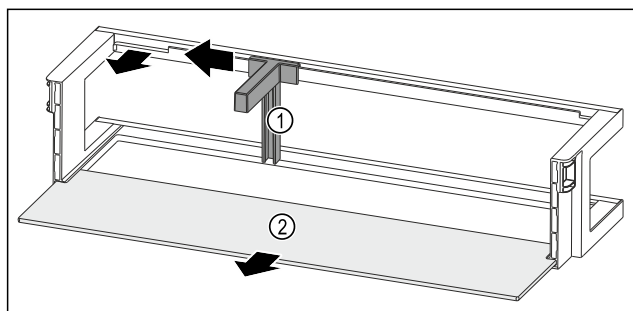

Fig. 173 带瓶托和搁板的门边存放架
- ▶ 将瓶托 Fig. 173 (1)推至槽边。
- ▶ 取出瓶托 Fig. 173 (1)。
- ▶ 取出搁板 Fig. 173 (2)。